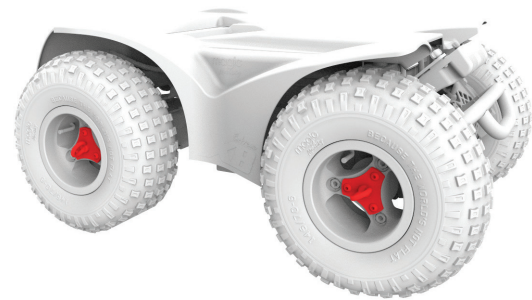

Figura 5.2d Extreme X8 puntos de elevación (vendidos por separado)
**Extreme X8:** Los anillos de amarre NO PUEDEN ser usados para levantar la silla eléctrica, ya que pueden dañar su asiento eléctrico. Un kit de anillo de elevación está disponible por separado como se muestra en la Figura 5.2d.